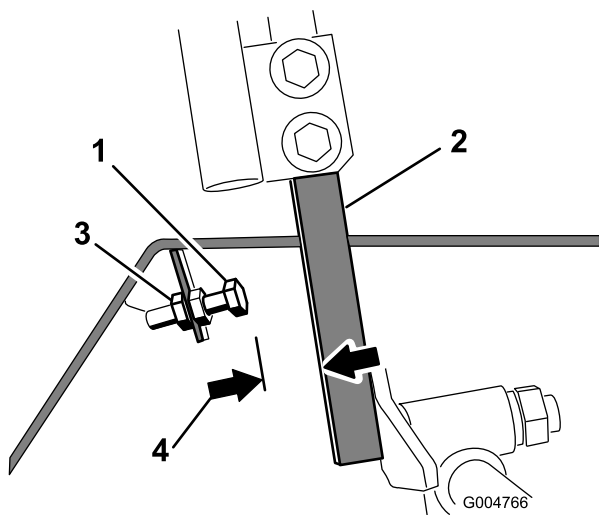

Figura 65
4. Afloje la contratuercas del perno de tope de una de las palancas de control (Figura 65).